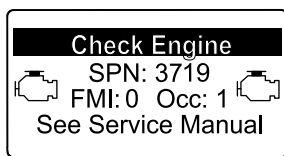

Bild 51
- Motorwarnung SPN 3719, FMI 0 (Bild 51)